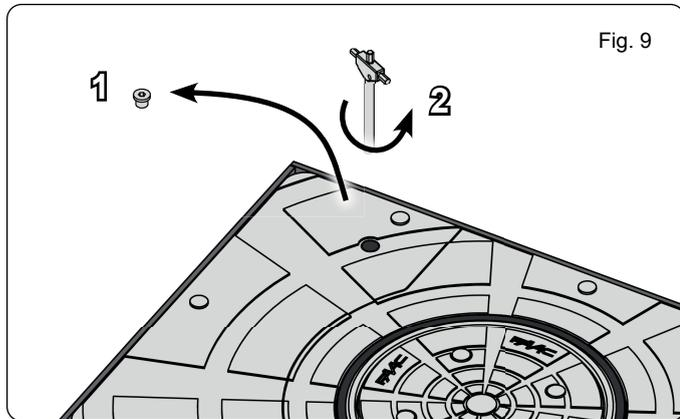

Fig. 9
1. Dévisser la vis de fermeture située sur la tête de la borne (fig. 9 réf.1).
3. Tourner en sens inverse horaire pour abaisser la borne (fig. 9 réf.2).